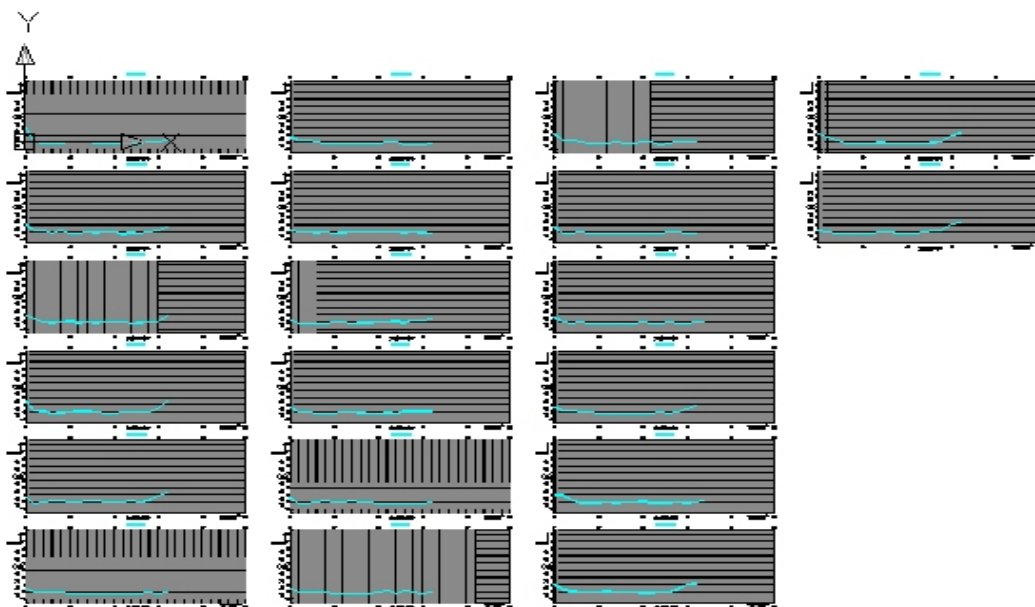

图 4-3
4、 断面生成完成成后进入 CAD 系统，生成图 4-3 所示断面图；